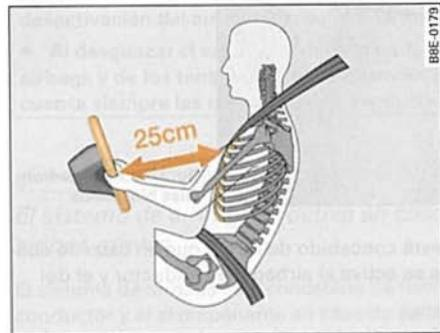

Fig. 176 Distancia de seguridad respecto al volante
- Es importante que el conductor y el acompañante guarden una distancia mínima de 25 cm con respecto al volante y al tablero de instrumentos, respectivamente ⇒ fig. 176. Si no se mantiene la distancia mínima de seguridad, el sistema de airbags no puede cumplir con su función protectora. Además, existe el peligro de resultar herido al inflarse el airbag. Además, los asientos delanteros y los apoyacabezas deben estar siempre correctamente ajustados de acuerdo a la altura de los ocupantes.